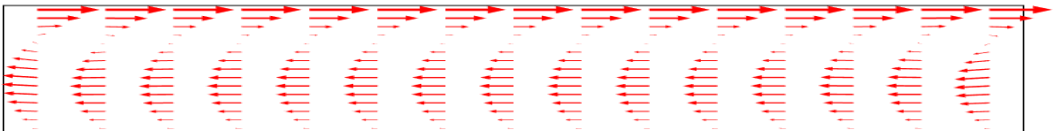

FIGURE 1 – Profil d'écoulement.
9. Précisez le signe de α dans la figure 1.